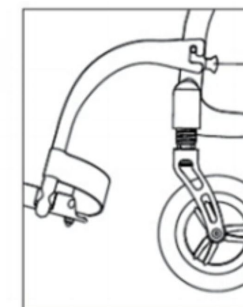

Figura 6
- Tire del asa hacia fuera, levante el conjunto de reposapiés hacia arriba y, a continuación, tire de él hacia fuera para desmontar la pieza de reposapiés. (Véase la figura 6).